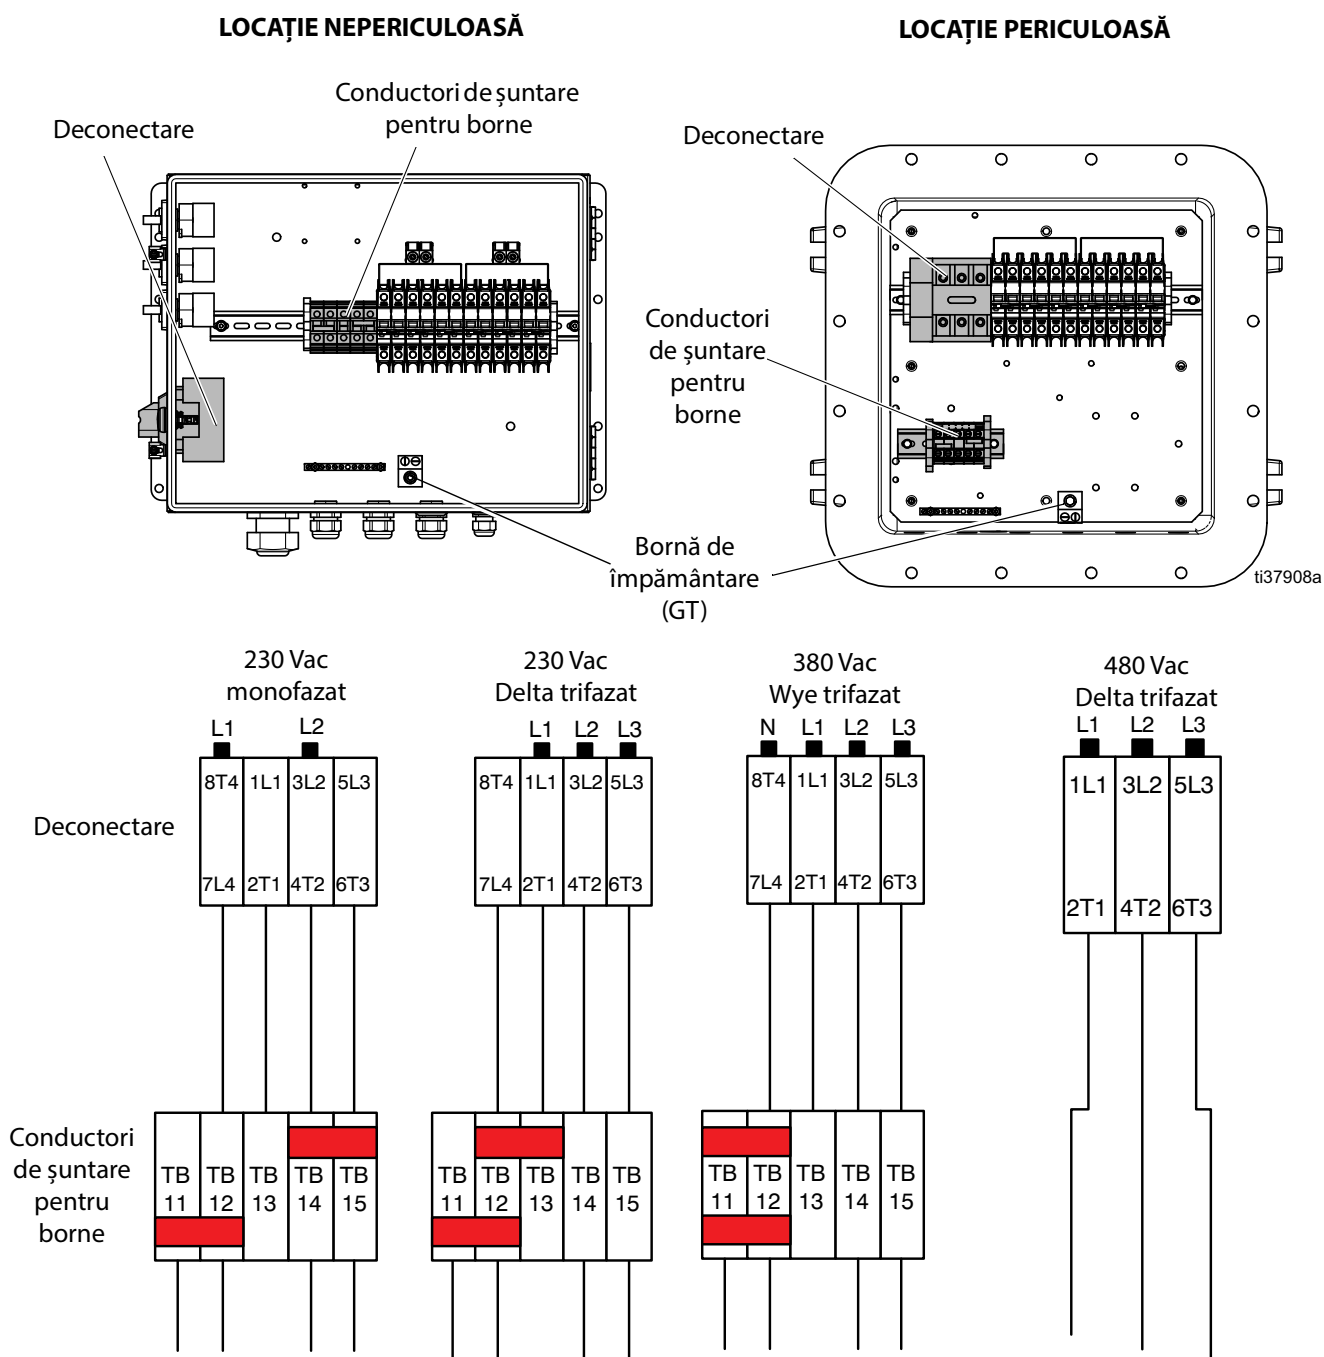

FIG. 7: Schemă de conexiuni XM
4. Conectați cablul de împământare la borna de împământare (GT). Consultați FIG. 7, pagina 29.
5. Conectați cablul de alimentare la deconectare, astfel cum este prezentat în FIG. 7, pagina 29. Strângeți conductorii la 6,2 N•m (55 in-lb). Trageți ușor de toate racordurile pentru a vă asigura că acestea sunt bine fixate.
6. **Utilizați numai în locații nepericuloase:** Strângeți dispozitivul de reducere a tensionării (BH).
7. Instalați conductorii de șuntare pentru borne care v-au fost furnizați, în pozițiile prezentate în FIG. 7, pagina 29.
8. Verificați dacă toate elementele sunt conectate corect, astfel cum este indicat în FIG. 7, pagina 29, apoi închideți ușa cutiei de conexiuni.